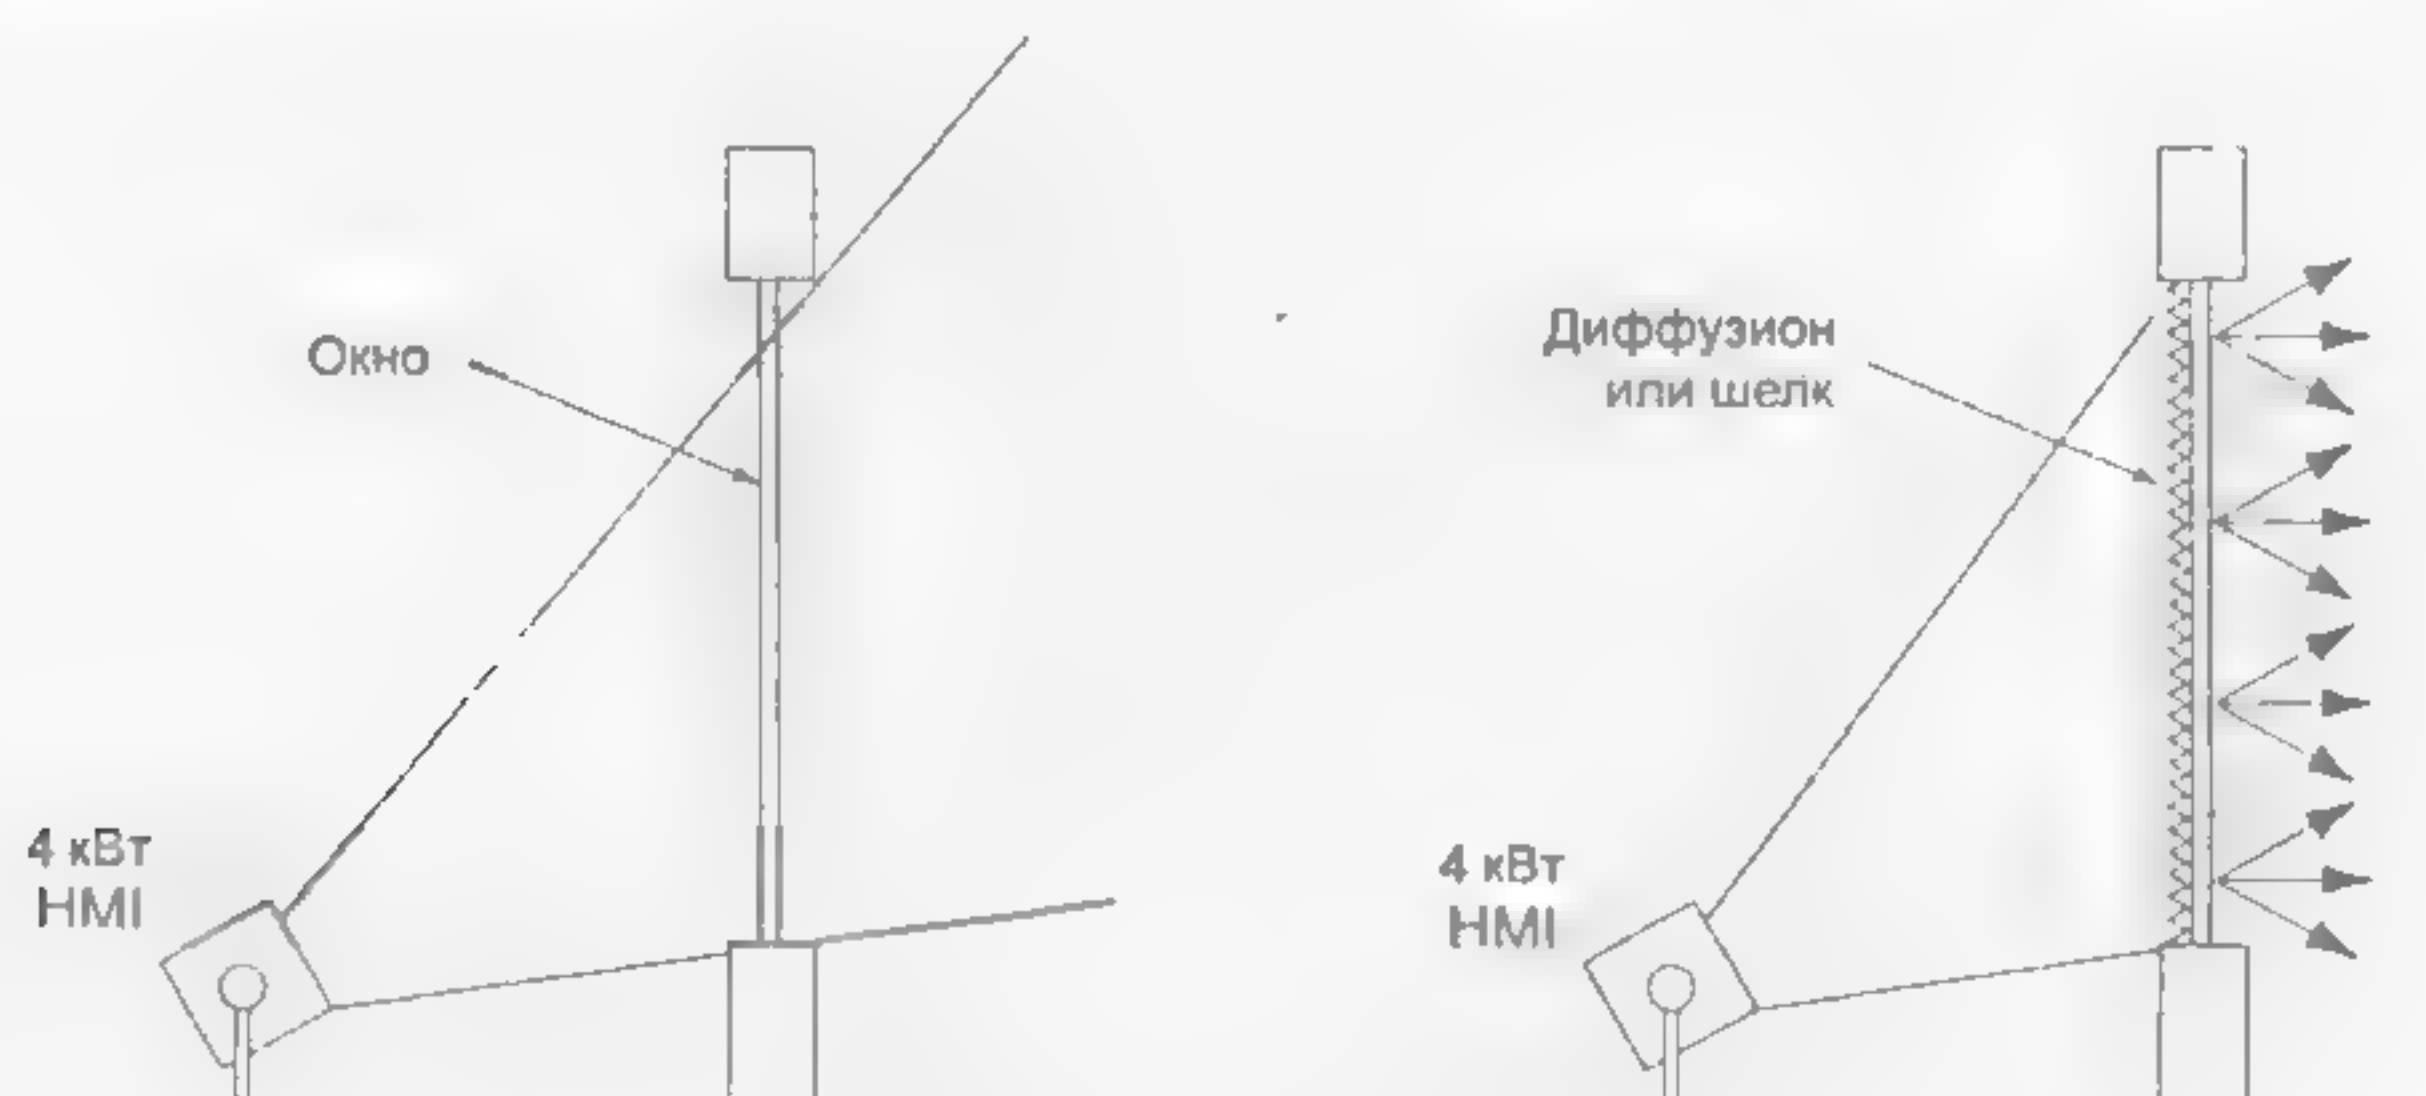

Рис. 18.31 Освещение оконных витражей
- Стекланные витражи в церковных окнах поглощают огромное количество света! При дневном освещении они подсвечиваются снаружи пространственным источником (верхний свет от неба). Для того чтобы воспроизвести этот эффект ночью, в идеале окна должны быть освещены большими приборами HMI (4 кВт или больше), а само окно должно быть выровнено по свету при помощи белого диффузора или шелка. Простое освещение витража обычно не создает впечатления достаточно яркого света. Проекция от окна должна быть на потолке, а не в кадре (рис. 18.31).